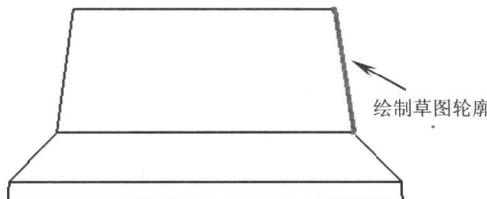

图2-16
- 在【成形特征】工具条中单击【草图】按钮，弹出【基准平面】悬浮工具条，然后依次单击【ZC-XC】和【确定】按钮进入二维草图界面，绘制图 2-16 所示的草图轮廓。